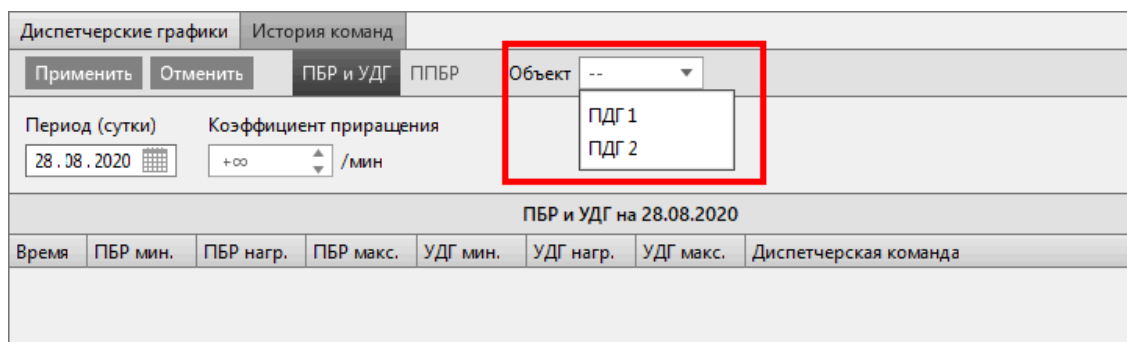

Рисунок 155 - Объект ПДГ
1. Выберите объект ПДГ (Рисунок 155).